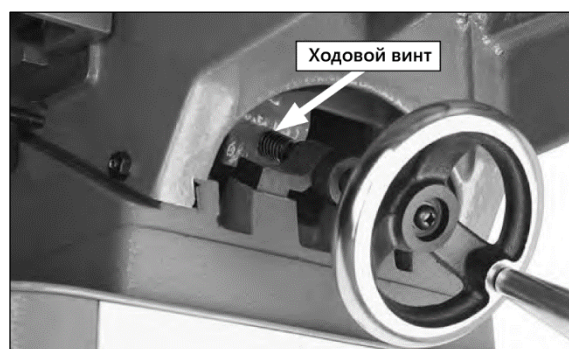

Рисунок 50.
- Ходовой винт (рис. 50). Удалите отходы резания с ходового винта и смажьте малым количеством машинного масла по мере необходимости. Удалите излишки масла тканью.